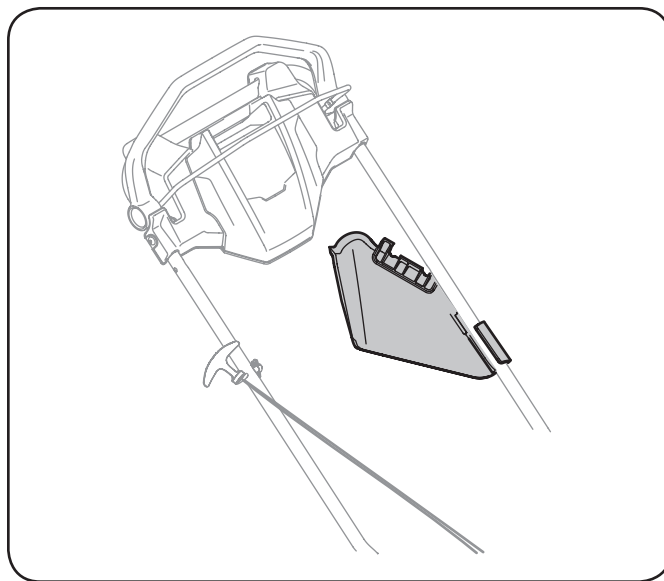

Figure 7-6
- Fixez le déflecteur d'éjection sur la poignée. Voir Figure 7-6.